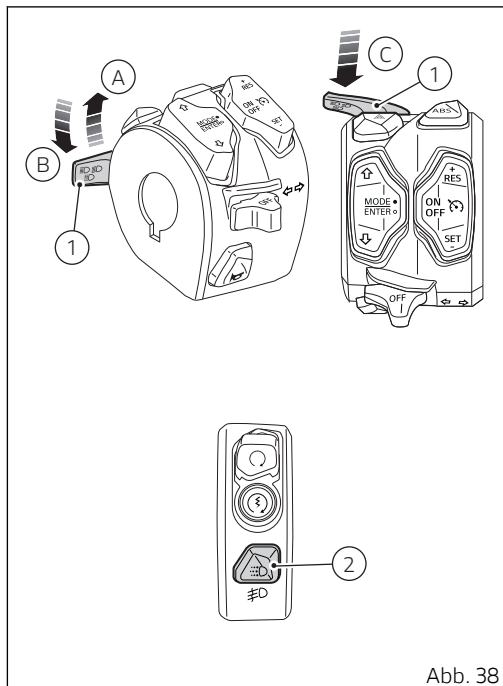

Abb. 38
Wenn die Tagfahrlichter auf den Modus „Automatisch“ eingestellt sind und eingeschaltet sind, leuchtet die entsprechende Kontrollleuchte (16, Abb. 60). Auf das Drücken der Taste (2, Abb. 38) werden die Tagfahrlichter ausgeschaltet; wird die Taste (2, Abb. 38) der Tagfahrlichter erneut gedrückt, schalten sich die Tagfahrlichter mit auf „Manuell“ umgeschalteter Steuerungsstrategie ein. In diesem Fall werden Tagfahrlichter beim nächsten Einschalten der Zündung erneut auf den Modus „Auto“ gesetzt.
Wurden die Tagfahrlichter auf den Modus „Manuell“ (siehe S. 235) gesetzt, müssen die Tagfahrlichter im erforderlichen Fall über die Taste (2, Abb. 38) ein- oder ausgeschaltet werden. Wenn die Tagfahrlichter im Modus „Manuell“ eingeschaltet sind, leuchtet die entsprechende Kontrollleuchte (17, Abb. 60).
- bei vorhandenen Tagfahrlichtern, die Taste (2, Abb. 38) lange gedrückt halten;
- sind keine Tagfahrlichter vorhanden, die Taste (2, Abb. 38) drücken.